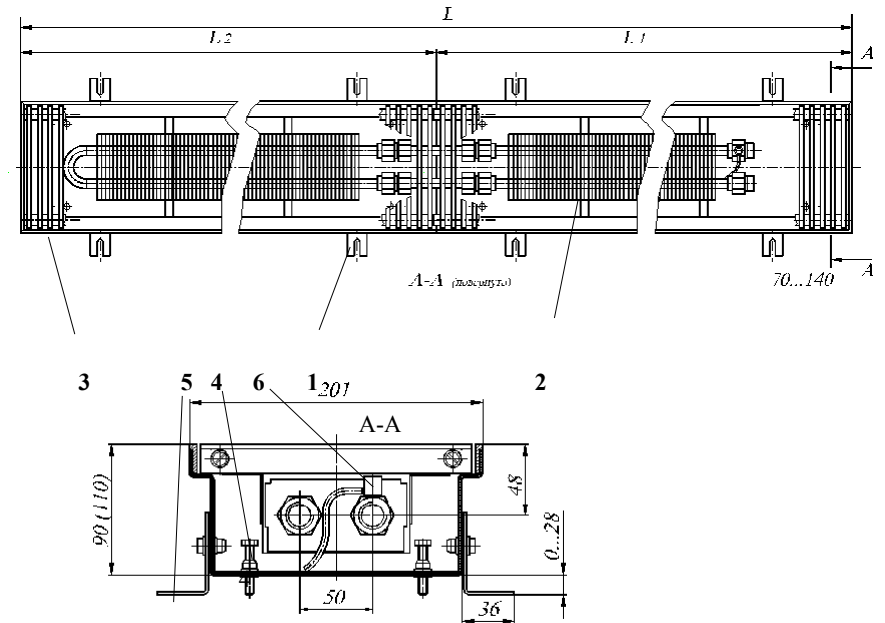

Рис. 1 Конвектор КРК 20.09(11).310...600 концевой
Конвекторы имеют (см. рис.1,2):
4.2 Размеры и технические характеристики изделий представлены на Рис.1, 2 и в таблице 1, 2.
- 5.5 После соединения теплового пакета с трубопроводами и запуске системы отопления, при необходимости, выполнить удаление воздуха. Для этого свободный конец пластиковой трубки воздухопускного клапана 6 (см. рис.1) опустить в заранее подготовленную емкость для слива воды. Ключом отвернуть клапан на 0,5-1,5 оборота. После